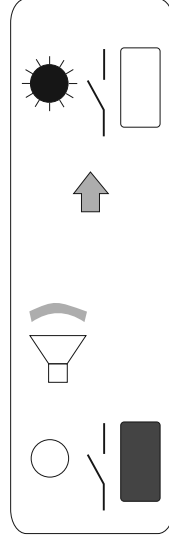

Fig. 3
- Mantenere premuto il **tasto "↘"** sino alla emissione di un breve segnale acustico, quindi rilasciarlo: il comando è attivato ed il corrispondente **LED** acceso fisso (fig. 3).